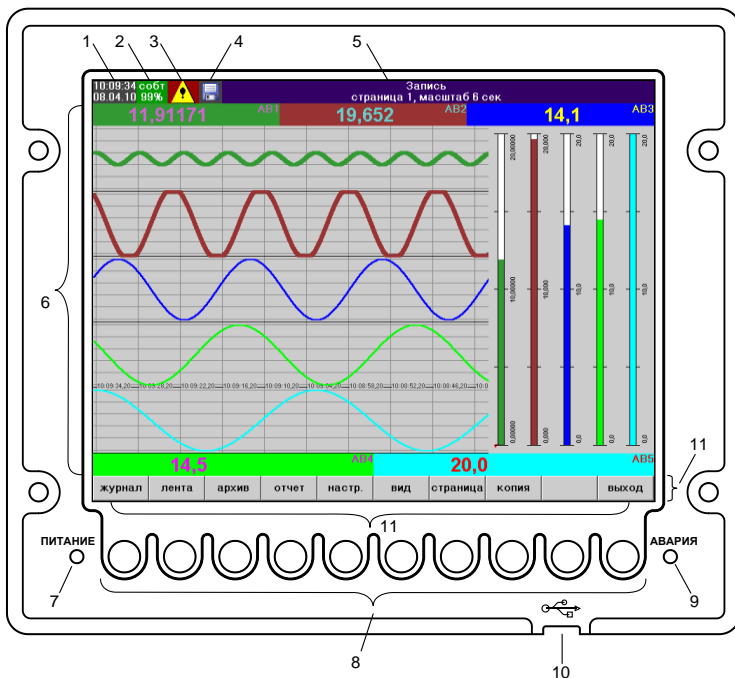

Рисунок 2.1 Интерфейс регистратора в режиме измерения
Регистратор имеет 10 сенсорных клавиш со светодиодной индикацией, расположенных в нижней части лицевой панели (см. рис. 2.1). Функции клавиш определяются режимом, в котором находится регистратор. Назначение каждой клавиши отображается на экране над соответствующей клавишей. Для увеличения размера рабочей области в режиме «Измерение» имеется возможность скрыть подписи клавиш. Для этого в режиме «Измерение» следует нажать клавишу **Выход**. Чтобы показать подписи следует нажать любую из 10 клавиш регистратора.
- Текущее время и дата (см. рис. 2.1, поз. 1).
- Индикатор состояния памяти журнала событий (см. рис. 2.1, поз. 2). На индикаторе отображается количество свободной памяти для неподтвержденных событий в процентах от максимального размера журнала событий (750). Для того, чтобы освободить память, нужно войти в режим просмотра журнала событий и нажать клавишу **«Подтвердить все»**. В зависимости от уровня заполнения журнала индикатор имеет следующий цвет:
- Индикатор состояния аварийной сигнализации (см. рис. 2.1, поз. 3). Индикатор имеет следующие состояния:
- Индикатор текущего режима работы регистратора (см. рис. 2.1, поз. 5). На данном индикаторе выводится название текущего режима и другая дополнительная информация.
- Рабочее поле (см. рис. 2.1, поз. 6). В зависимости от режима работы регистратора на данном участке экрана отображается информация о текущих или архивных измерениях и настройках регистратора.
- Функциональное обозначение клавиш регистратора (см. рис. 2.1, поз. 11).
- Разъем для подключения USB-Flash карты (см. рис. 2.1, поз. 10). В случае если в разъем вставлена USB-Flash карта, то на экране регистратора (см. рис. 2.1, поз. 4) отображается пиктограмма в виде дискеты.
Для увеличения глубины архива измерений предусмотрена функция «Запись по событию». Для активации данной функции следует в меню «Общие настройки» установить параметр «Запись данных» значение «По событию». После этого регистратор переходит в режим ожидания события. В этом режиме производится измерение сигналов, однако не производится запись их значений во внутреннюю память. При этом на индикатор текущего режима работы регистратора (см. рис. 2.1, поз. 4) выводится сообщение «Измерение (ожидание события)». Также следует установить действие «Запись» для какой-либо уставки (действие можно установить для аналоговых, дискретных или частотно-импульсных входов, сумматоров, расписания). Следует отметить, что поскольку запись данных в этом режиме не ведется, то просмотреть архивные данные за этот период невозможно.